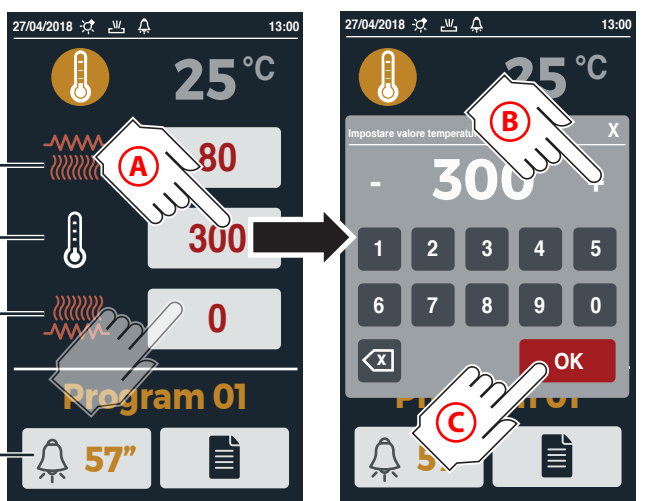

Рис. 16
Эти значения можно изменить временно обычным способом (см. ► Рис. 16) или постоянно, меняя параметры по указаниям на стр. 21.
▶ Рис. 16